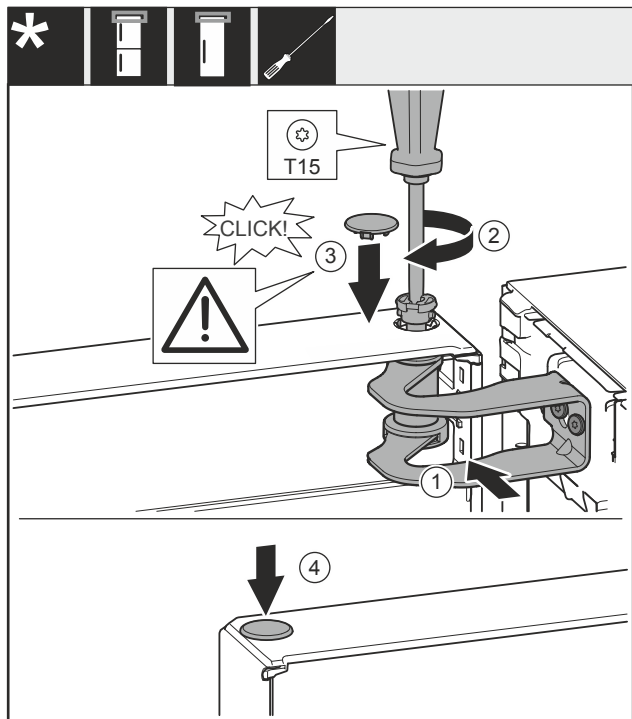

Fig. 22
- ▶ Poravnajte vrata prema otvoru u podlošku ležaja Fig. 22 (1).
- ▶ Umetnite svornjak Fig. 22 (2) i pritegnite ga odvijačem.
- ▶ Postavite poklopac Fig. 22 (3).
- ▶ Provjerite da poklopac Fig. 22 (3) naliže na vrata.
- ▶ Postavite poklopac Fig. 22 (4).